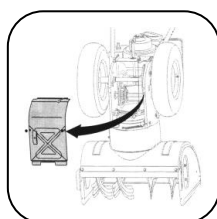

Рис.11
4. При необходимости добавьте масло до отметки полный. См. рис. 11
- Осторожно поверните снегоуборочную машину вверх и вперед, так чтобы она оперлась на корпус шнека. Снимите крышку с нижней части машины, выкрутив четыре винта, которые крепят ее. См. рис. 11